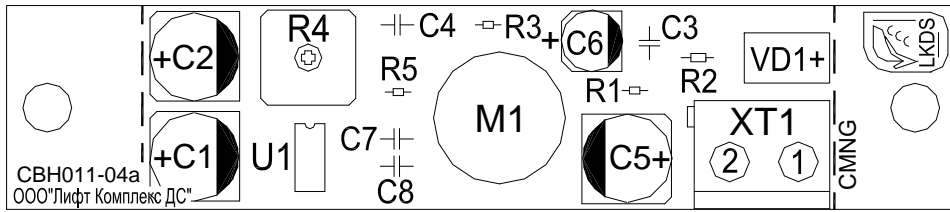

Рисунок 2
1.1.4. Схема электрическая принципиальная МУ приведена на рис. 1 Приложения А. Схема расположения элементов МУ приведена на рис. 2 Приложения А.
3.2.3. Регулировку производится при помощи переменного резистора R4, расположенного на плате МУ (см. рис. 2 Приложения А). Путем поворота резистора вправо, влево добиться оптимального уровня сигнала в телефонной трубке диспетчера и отсутствия эффекта самовозбуждения в кабине лифта.